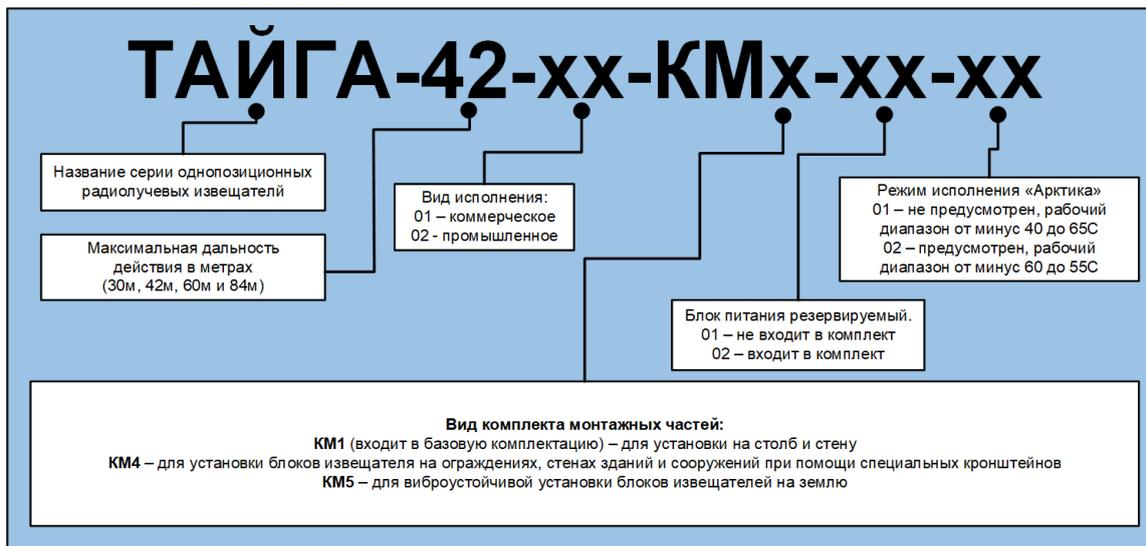

Рисунок 1 - Структура наименования извещателей Тайга.
1.3.Наименование извещателей при заказе отражено в соответствии с структурой наименования, приведенной ниже (Рисунок 1), и включает: